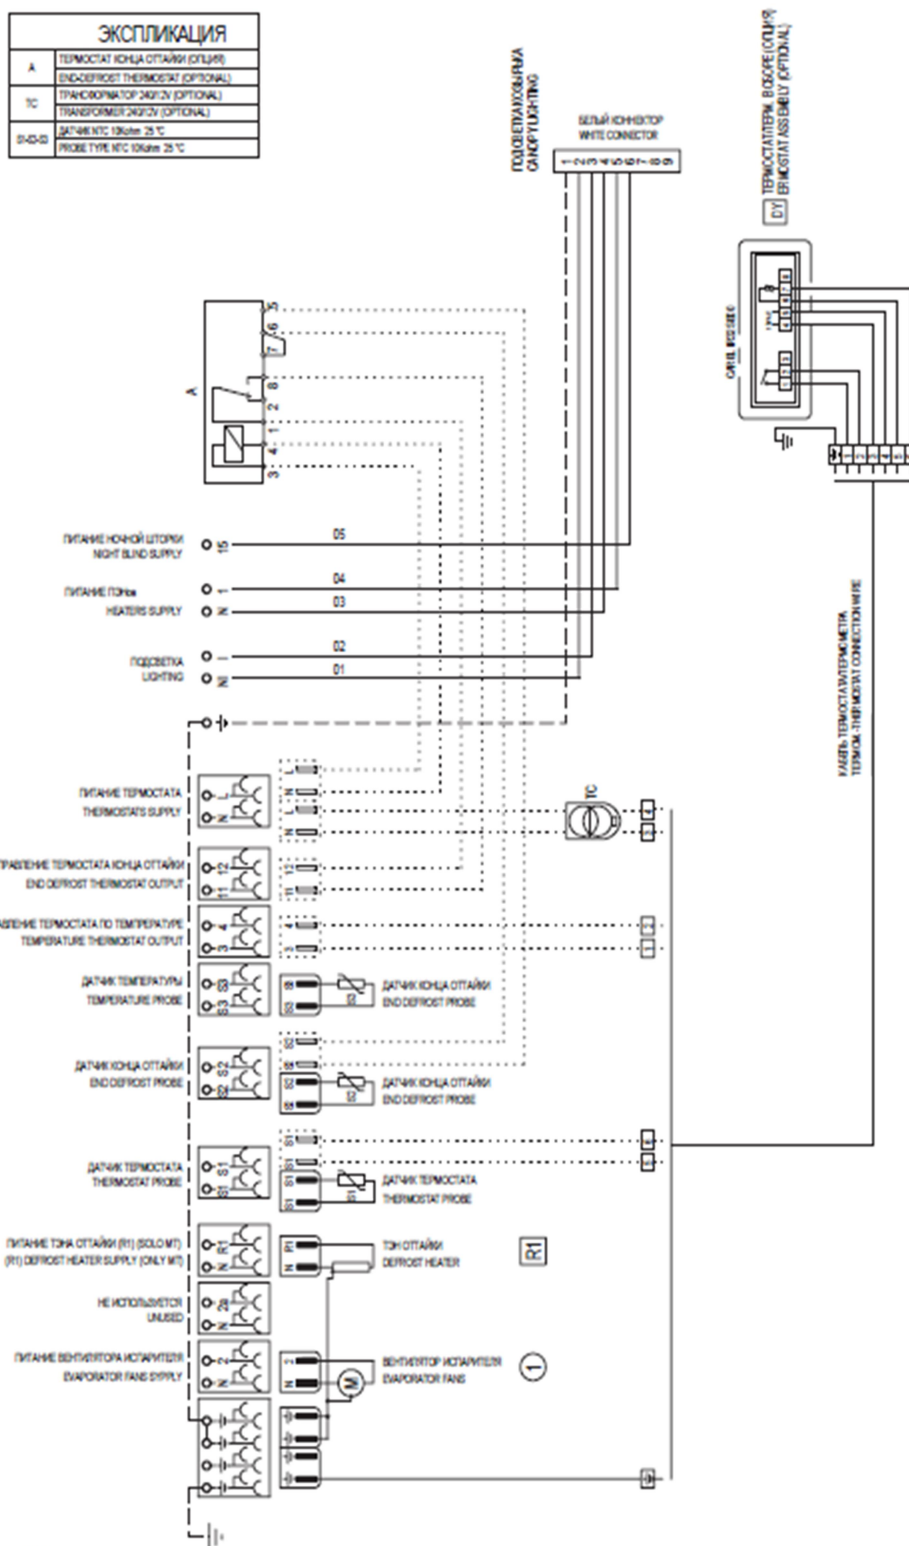

Рис. 10
13. Электрическое подсоединение – технический специалист (Рис. 10,11).